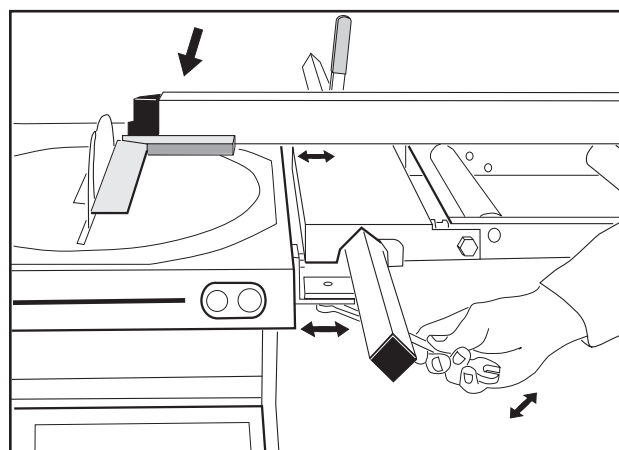

Fig. 5
- Vrid svängskivan till 0°. Använd en vinkel för justering av styrskenan så att anhållet står i 90° i förhållande till sågklingen (fig. 5).